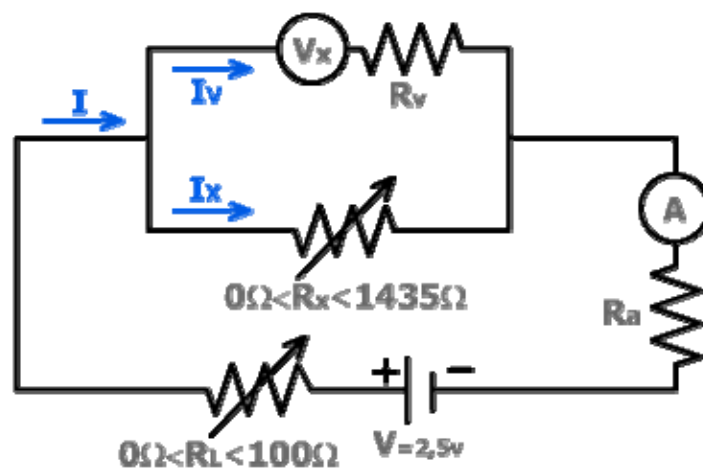

Figura 8.3
- a. Monte el circuito de la figura 8.3; en éste, V es una fuente de voltaje variable, la cual podemos fijar en 2,5 volt de corriente directa, R_l es una resistencia limitadora cuyo valor satisface la siguiente desigualdad.
- b. Para energizar el circuito de la figura 8.3 encienda la fuente y reporte las lecturas que el voltímetro V_x y las del amperímetro A han registrado y llene las respectivas columnas V_x e I de la tabla 8.1.